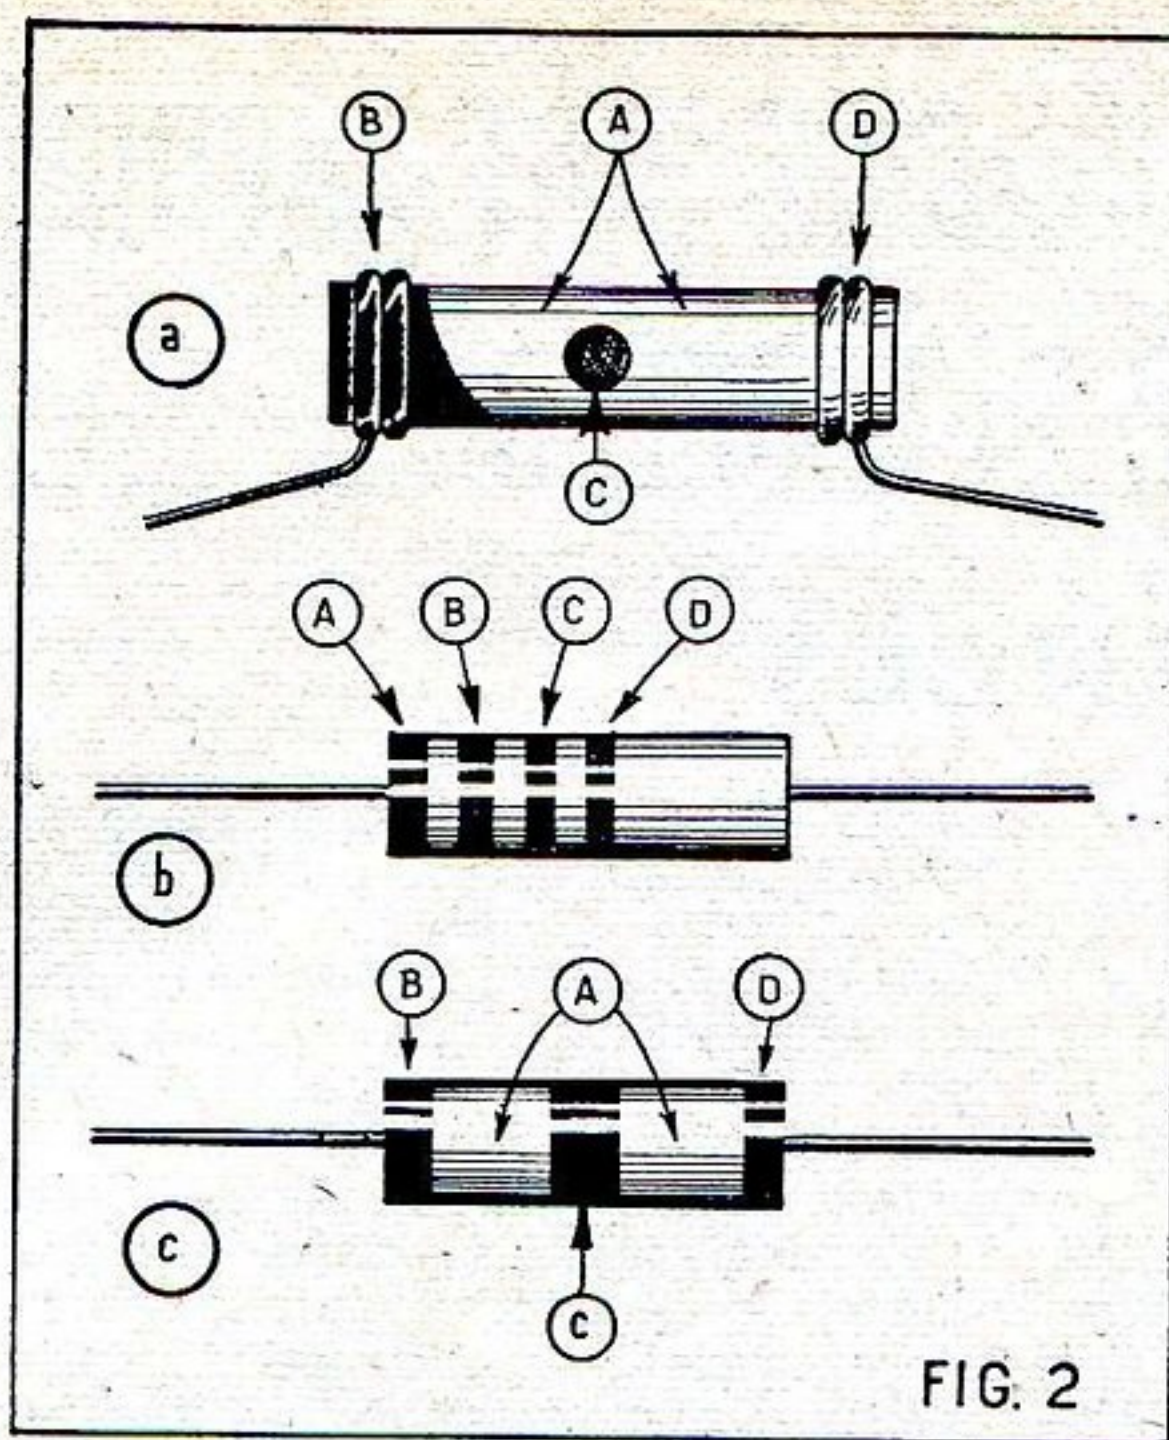

FIG. 2
Le marquage, suivant la figure 2 a, s'emploie plus spécialement pour les résistances agglomérées ou, quelquefois, à couche. Lorsque l'extrémité B, ou le point C ne sont pas coloriés, c'est que leur couleur est celle du corps A. De même, l'absence de toute couleur sur l'extrémité D signifie qu'il s'agit d'une résistance à tolérance de ± 20 %.
Le marquage suivant la figure 2 b s'emploie surtout pour les résistances miniatures, mais parfois aussi pour les résistances à couche. Dans ce cas, la couleur du corps n'a aucune importance et dépend uniquement de la matière constituant ce corps. Le plus souvent la couleur du corps, lorsqu'il s'agit de résistances miniatures, est brun, plus ou moins foncé, et se confond assez bien avec celle d'un anneau marron, ce qui ne facilite pas la lecture.
Cette dernière doit se faire dans l'ordre des lettres de la figure 2 b, la couleur des anneaux correspondants ayant la signification du tableau donné plus haut. Si le quatrième anneau (D) n'existe pas, c'est qu'il s'agit d'une résistance à tolérance de ± 20 %.